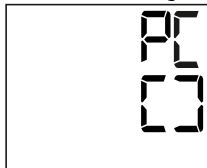

Abb. 1
- Starten Sie die Datenübertragung in der PC-Software „medi.connect“. Während der Datenübertragung wird im Display eine Animation angezeigt. Eine erfolgreiche Datenübertragung wird wie in Abb. 1. auf dem Display des Blutdruckmessgerätes dargestellt.